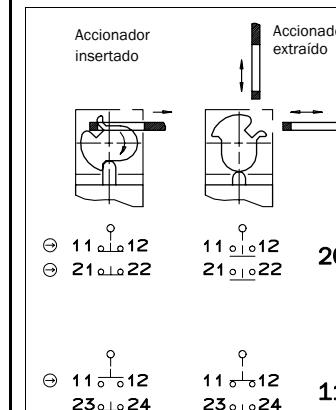

Fig. 6: Elementos de contacto y funciones de conmutación para variantes con entrada de cables M20
- Ocupación de contactos, ver Fig. 6.